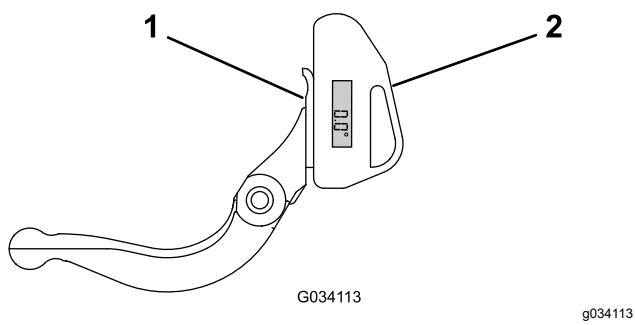

Figura 30
- Coloque o indicador de ângulo no lado inferior da lâmina de corte, como se ilustra na Figura 30.